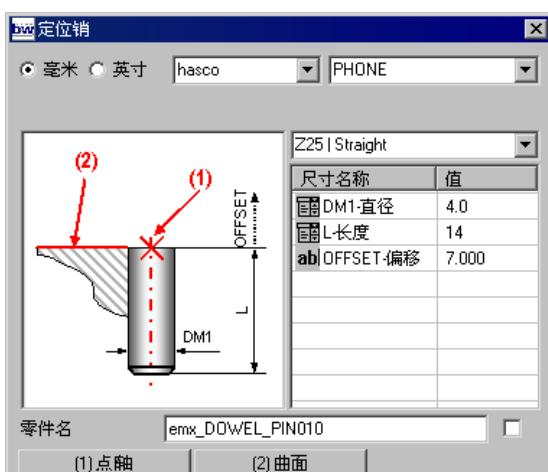
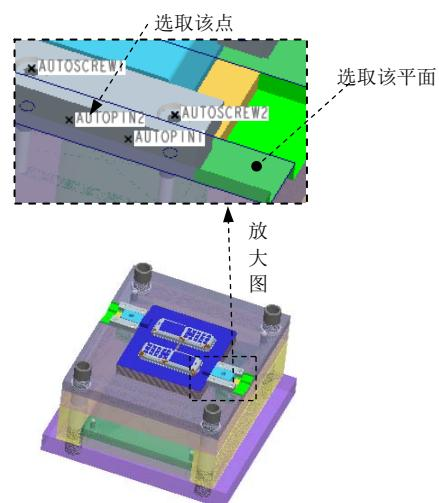
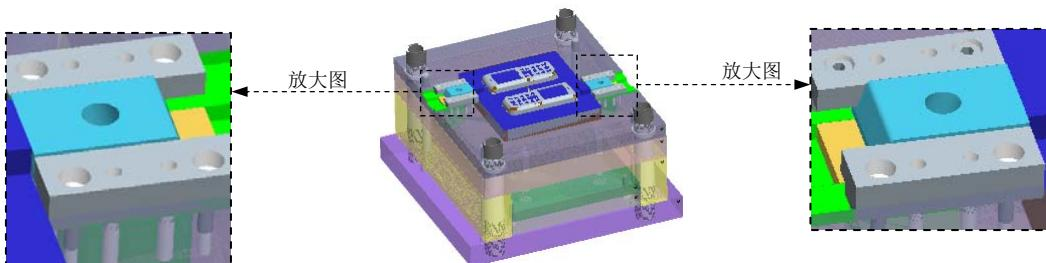

图 31.74 “定位销”对话框
图 31.75 定义定位销位置
图 31.76 添加其余 6 个定位销
Step11. 装配定位销。单击 **EMX 工具** 功能选项卡 **定位销** 控制区域中的 **定义** 按钮，系统弹出图 31.74 所示的“定位销”对话框；单击对话框中的 **(1)点轴** 按钮，系统弹出“选择”对话框，选择图 31.75 所示的点“AUTOPIN2”为定位销的定位点，在“选择”对话框中单击 **确定** 按钮；单击“定位销”对话框中的 **(2)曲面** 按钮，选择图 31.75 所示的面为定位销的定位面；在“定位销”对话框的 **DM1·直径** 下拉列表中选择 4，在 **L·长度** 下拉列表中选择 14。在 **ab|OFFSET·偏移** 后的文本框中输入值 7，然后单击“完成”按钮 **✓**；使用同样的方法创建对面和另一斜导柱滑块上的 6 个定位销，结果如图 31.76 所示。